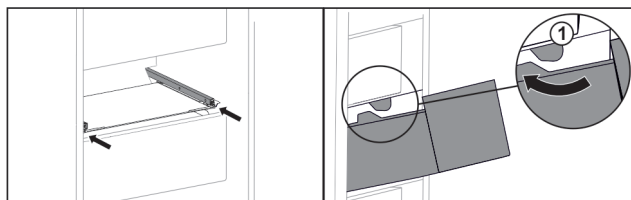

Fig. 136
- ▶ Prevedte zásuvku okolo zarážok Fig. 136 (1).